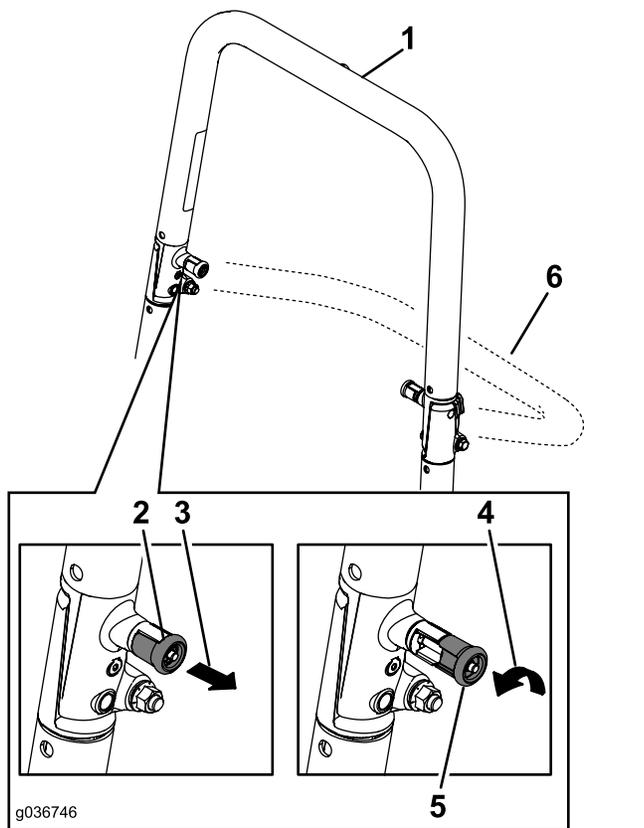

Figura 55
**Nota:** Puede ser necesario empujar hacia adelante o tirar hacia atrás de la parte superior de la barra antivuelco para que se bloqueen completamente ambos pomos (Figura 55 y Figura 56).